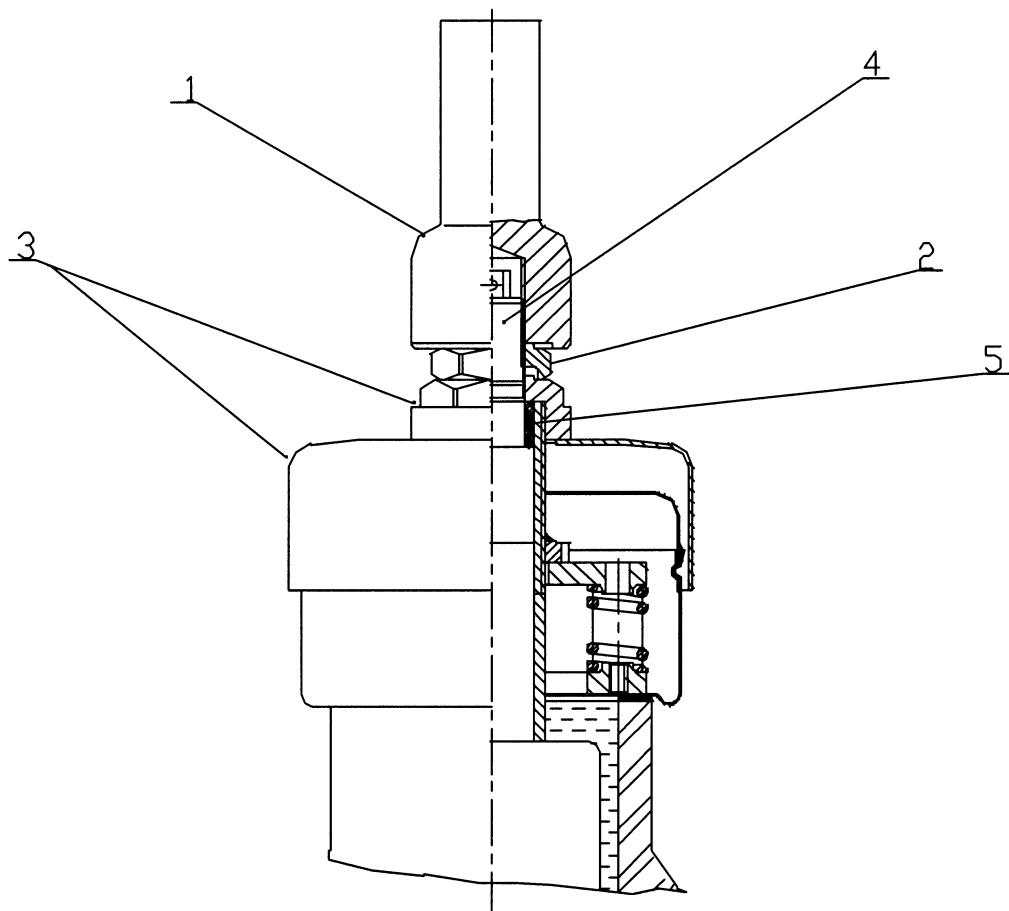

Рис. 9 Верхняя часть ввода типа BRBT-90-110-550/800
Герметичность сборки контактной шпильки обеспечивается уплотнительным кольцом из нитрильной резины (см. поз.5, рис.9).
Внутренняя контактная шпилька (поз. 4) рис. 9 протяжной системы, припаивается к отводу от трансформаторной обмотки (гибкому проводнику) на трансформаторном заводе или на монтажной площадке при замене ввода. Для этого снимается внешняя контактная шпилька (поз. 1), которая при поставке и в рабочем положении навернута на внутреннюю контактную шпильку, отворачивается гайка (поз. 2), фиксирующая внутреннюю контактную шпильку в заданном положении в верхней части ввода и снимается защитный кожух (поз. 3) с трубы ввода. После этого внутренняя контактная шпилька (поз. 4) вместе с размещенном на ней резиновым уплотнением (поз. 5) может быть извлечена из трубы ввода. Резиновое уплотнение при поставке ввода находится уже на шпильке, однако перед пайкой трансформаторного отвода его необходимо снять. Вытягивающий шнур прикрепляется к внутренней контактной шпильке, для чего в ее верхней части имеется сквозное поперечное отверстие, и последняя вместе с припаянным отводом протягивается через трубу ввода. Проводник удерживается внатянутом положении во время опускания ввода в трансформатор. Если около вводов на
- резиновое уплотнение под контактную шпильку (см. рис.9, поз.5) - 2 шт. (1-ое - штатное, 2-ое - запасное);